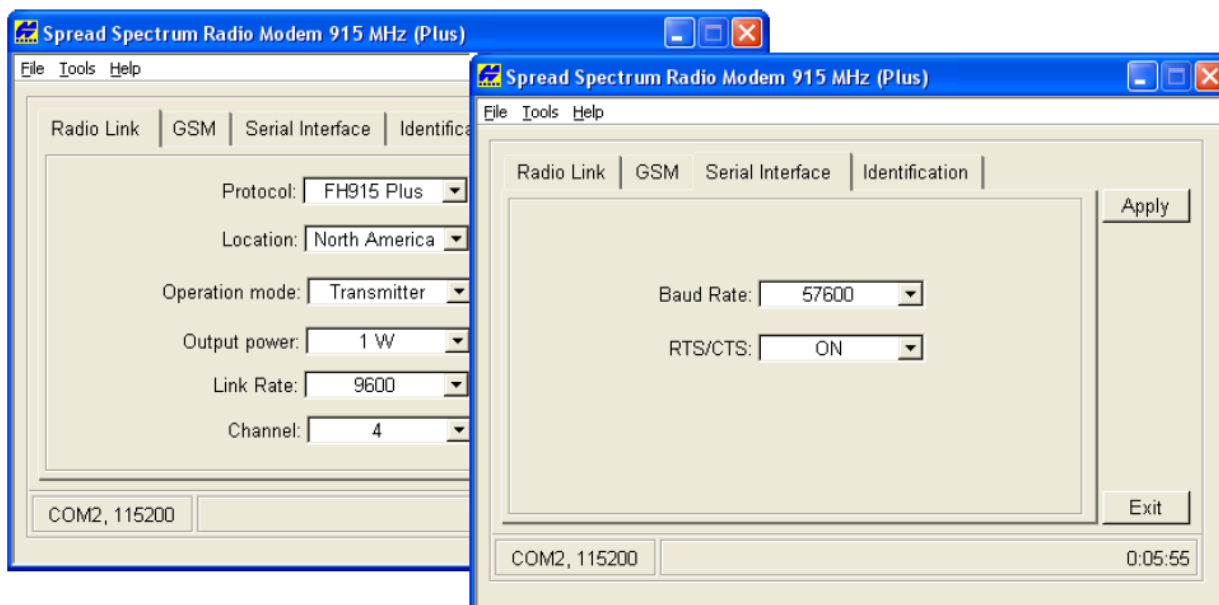

Рисунок 3-2. Подтверждение параметров радиосвязи и скорости передачи
3. Во вкладке *Radio Link* (Радиоканал) установите перечисленные ниже параметры (см. таблицу 3-1) и щелкните на кнопке *Apply* (Применить) (см. рис. 3-2 на стр. 3-6).
- Во вкладке *Serial Interface (Последовательный интерфейс)* выберите перечисленные ниже параметры скорости передачи и щелкните на кнопке *Apply (Применить)* (см. рис. 3-2).